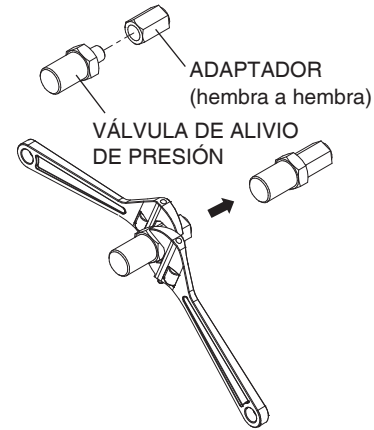

Imagen 1
- 1.1. Instale la válvula de alivio de presión (0151V00000) en el adaptador (0151V00003) (1/4 NPTF lado hembra). Use sellante resistente al calor (suministrado en campo) para asegurar un sellado correcto. (Imagen 1)